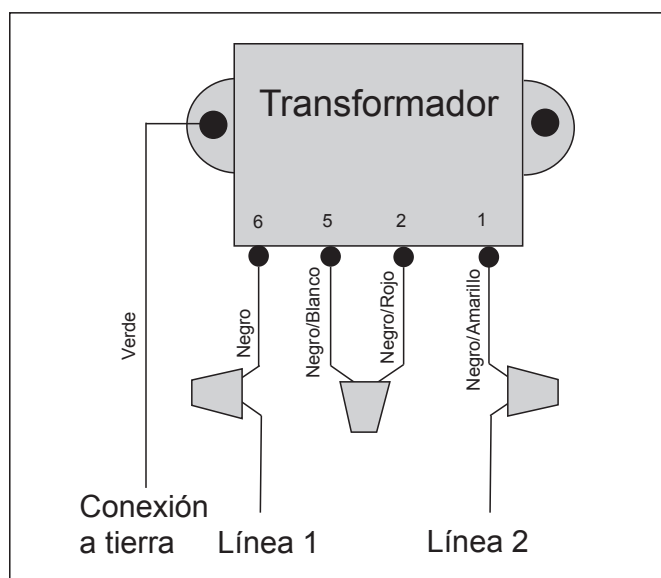

Figura 3. Cableado de fábrica para funcionar a 220 voltios
4. Para que funcione a 220 voltios, conecte el cable negro a la línea 1 y conecte el cable negro con la raya amarilla a la línea 2. Véase Figura 3.
1. Corte el casquillo de unión que conecta los cables blanco/negro y rojo/negro. Véase Figura 3.